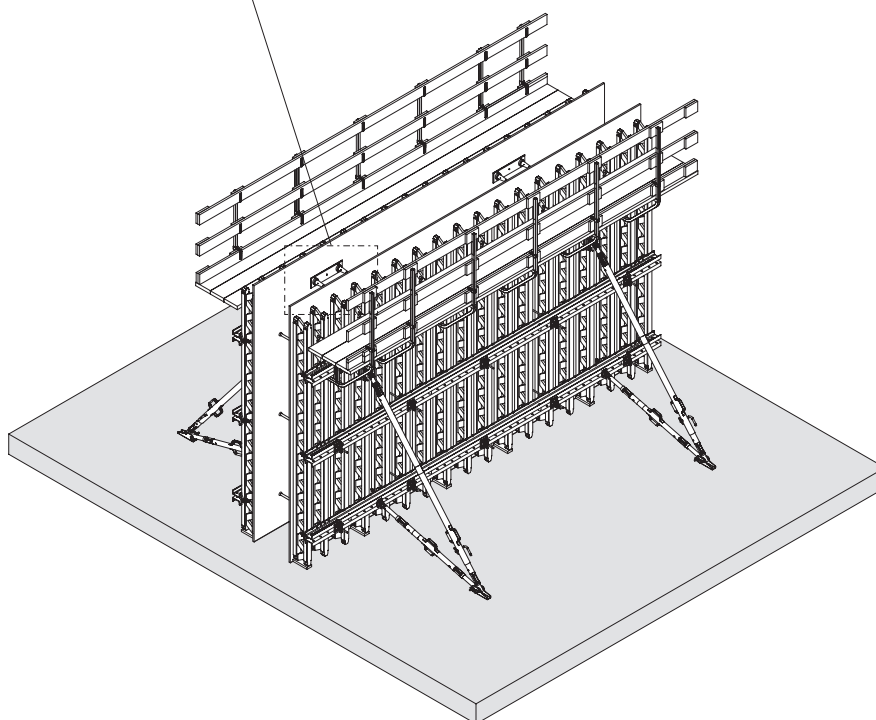

Fig. C1.01
5. Eseguire il getto di base (Fig. C1.01 + C1.01a)